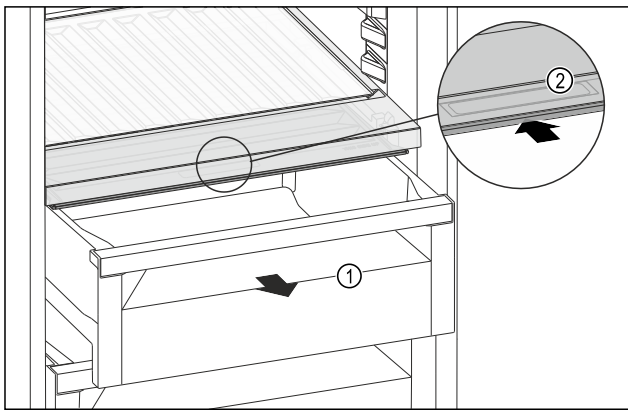

Fig. 186
- ▶ Schubfach Fig. 186 (1) herausziehen.
- ▶ Griffmulde Fig. 186 (2) am Fachdeckel anfassen und Fachdeckel gleichzeitig nach hinten schieben.